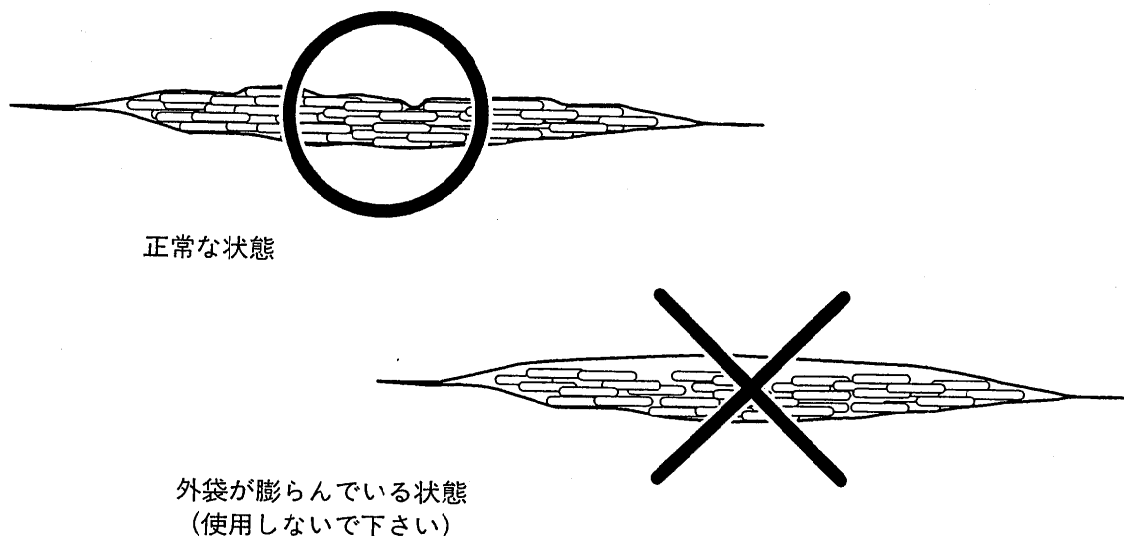

図6. 外袋の状態確認
**2-2** 外袋の状態を確認します。使用前の保管中にエタノールが抜けてしまうことを防ぐため、外袋を脱気しています。脱気が緩んでいるものは、ピンホールやシール不良の可能性があります。このよう場合、アンチモールドのエタノールが抜けている恐れがありますので、ご使用はお避け下さい（図6）。